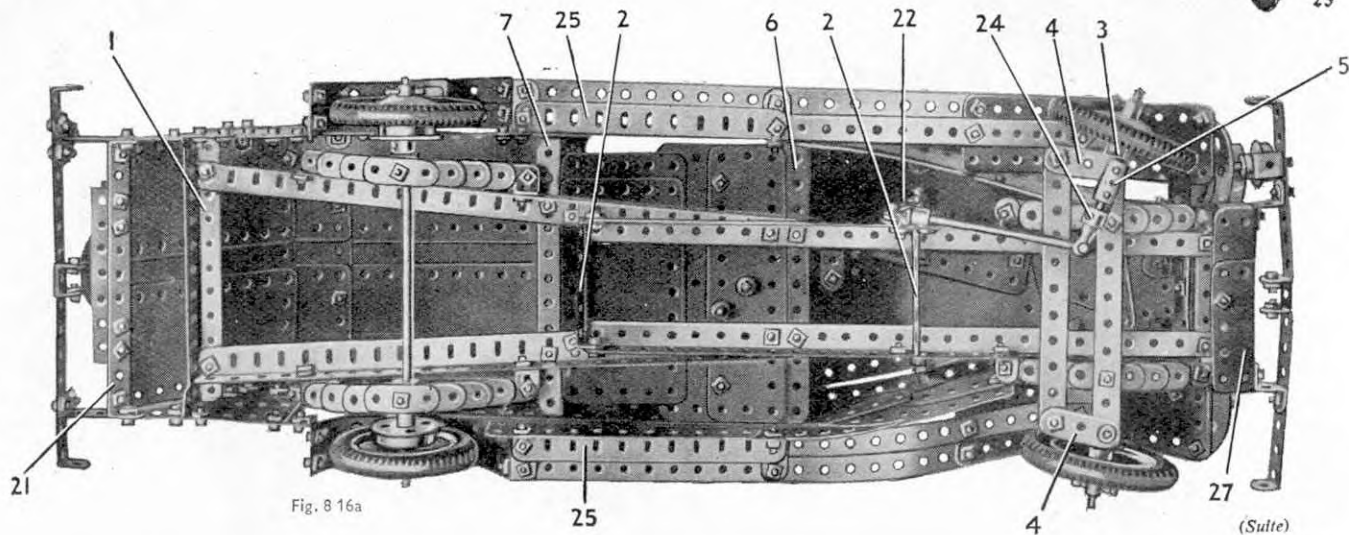
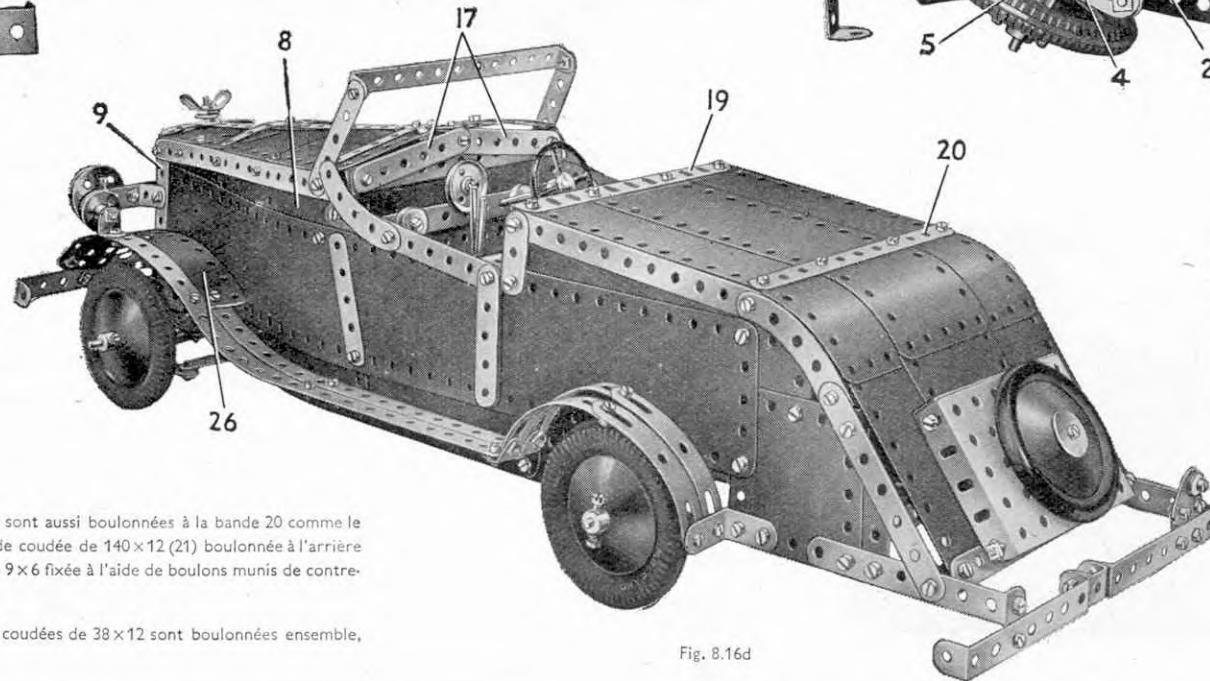

Fig. 8.16a
Fig. 8.16d
Les plaques-bandes de 25 trous se recouvrent sur 14 trous et sont fixées aux plaques à rebords de 14×6 (6) et (7) (Fig. 8.16a). Elles sont renforcées à l'intérieur par quatre bandes de 25 trous. Les plaques à rebords sont boulonnées aux longerons du châssis. Une plaque flexible de 14×4 (8) (Fig. 8.16d), prolongée par une plaque flexible de 6×4 est boulonnée aux plaques-bandes, et renforcée le long de son bord supérieur par une bande constituée par deux bandes de 11 trous qui se recouvrent sur 5 trous. Cette bande est boulonnée à l'avant à une bande de 6 trous 9, et à l'arrière au tableau de bord par une équerre de 25×25 .
Le tableau de bord est constitué par une plaque flexible de 14×4 , renforcée par deux bandes de 11 trous, et il est fixé à la plaque à rebords 6 par deux équerres renversées. Les bords inférieurs de plaques-bandes sont prolongés par une plaque flexible de 14×6 (10), et une autre de 14×4 (11). Les côtés de la carrosserie sont reliés à l'avant par deux bandes coudées de 60×12 . Les côtés de l'arrière de la voiture sont recouverts par une plaque flexible de 14×6 (12), une autre de 6×4 (13), une de 6×6 (14), et une autre de 6×4 (15). Les bords de ces plaques sont munis de bandes et de bandes incurvées comme le montre la Fig. 8.16d.
Chacun des longerons du châssis est constitué par deux cornières de 25 trous qui se recouvrent sur 9 trous. Elles sont réunies à l'avant par une bande coudée de 60×25 , et à l'arrière par une cornière de 11 trous 1 (Fig. 8.16a). Deux bandes coudées de 60×12 (2) sont boulonnées au centre du châssis.
Les ressorts sont constitués par des bandes de 9, 7, 5 et 3 trous boulonnées ensemble par leurs trous centraux, et qui sont fixées au châssis par des équerres boulonnées aux trous extrêmes des bandes de 9 trous. L'essieu arrière est constitué par une tringle de 20 cm. passée dans des supports doubles boulonnées aux ressorts arrière. L'essieu avant est constitué par trois bandes de 11 trous boulonnées aux ressorts avant. Les roues avant pivotent librement sur les tringles de 4 cm. fixées dans des accouplements pour tringles, et sont tenues en place par des bagues d'arrêt. L'un de ces accouplements apparaît en 3 (Fig. 8.16a). Une tringle de 4 cm. est fixée dans le trou central de chaque accouplement et passe dans le dernier trou de l'essieu. Les bras de manivelle 4 sont alors fixés sur ces tringles, et la tringle de 4 cm. est munie d'un second accouplement 5.